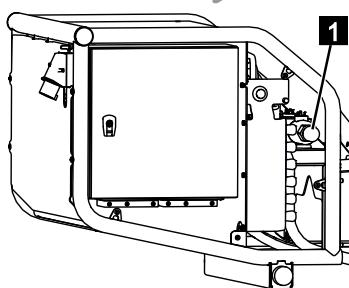

Abb. 178
6. Nach dem Notbetrieb das Ventil (Abb.178/1) gegen den Uhrzeigersinn entriegeln und die Abdeckhaube wieder anschrauben.